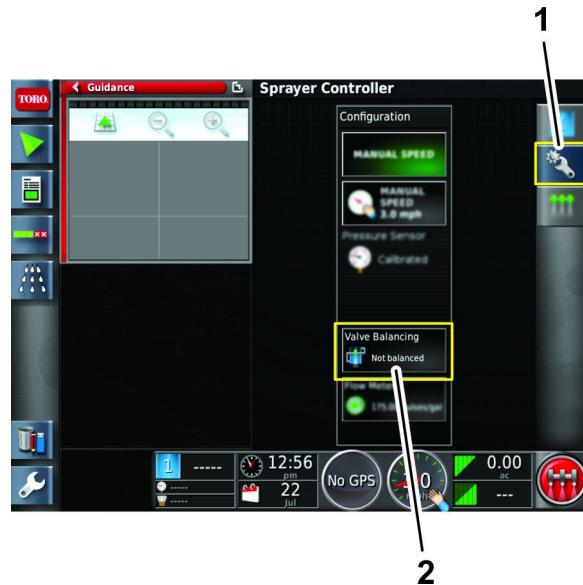

図 46
- 構成アイコンを押し、次にバルブバランスウィザードアイコンを押す図 46。